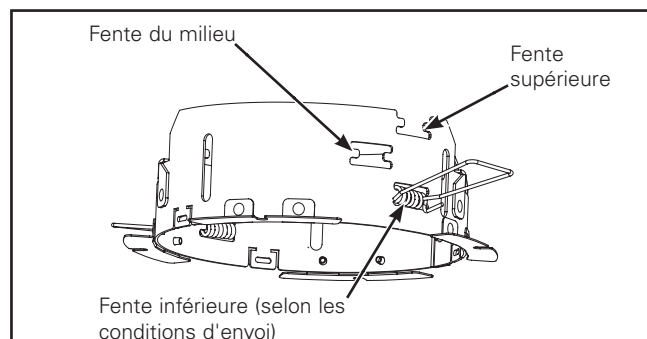

Figure 27.
3. L'anneau peut être adapté à différentes épaisseurs de plafond et à des hauteurs de cadre de plâtre ou de boîtier en utilisant différentes fentes pour les ressorts de montage. Les pièces LD6ART et LD67ART sont équipés par défaut de ressorts installés à la première coche pour un plafond ou un boîtier de 2 pouces d'épaisseur. Pour un plafond mesurant entre 0,5 et 0,75 po, utilisez la fente inférieure et pour des plafonds mesurant plus de 0,75 po mais moins de 1,5 po, utilisez la fente du milieu (Figure 27).